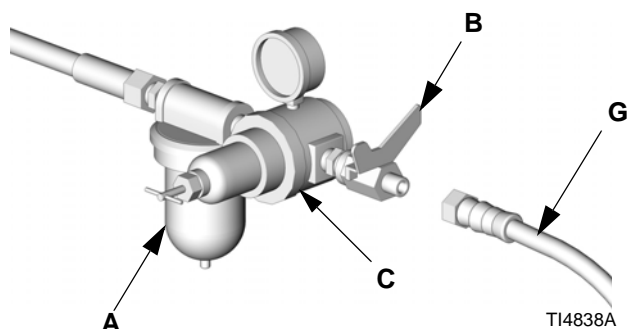

FIG. 3
6. Kople luftslangens andre ende (G) til luftkranens utløp. Se FIG. 3.